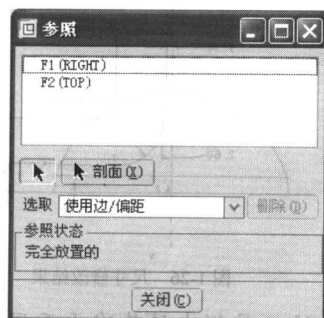

图 1-33 尺寸标注参照对话框
39. 单击  按钮，接受系统内定的草绘平面和参照，系统弹出如图 1-33 所示尺寸标注参照对话框，要求选择尺寸标注参照（系统给出内定的尺寸标注参照为 *RIGHT* 和 *TOP* 基准面）。